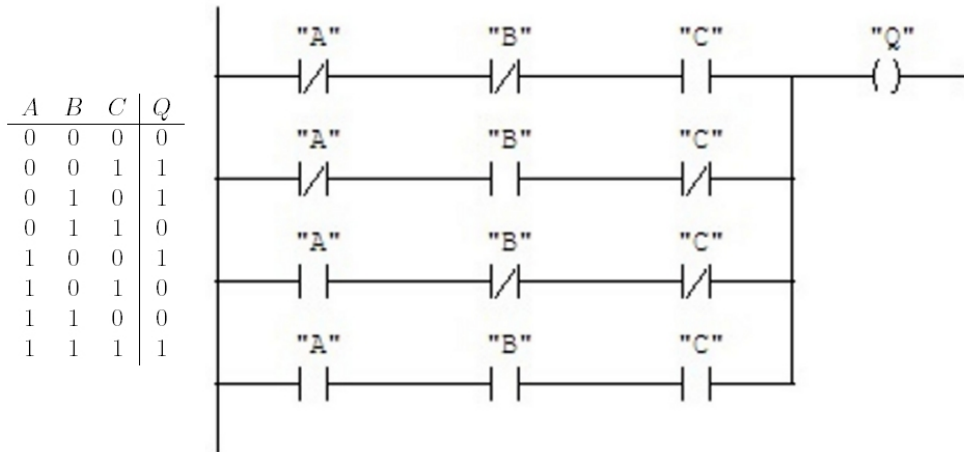

Figura 5: Tabla de verdad y solución en KOP
La función lógica correspondiente a la tabla de verdad que aparece en la figura 5 está expresada en la ecuación (1). La solución a la implementación de tres interruptores para la iluminación de una habitación se refleja en la figura 5.